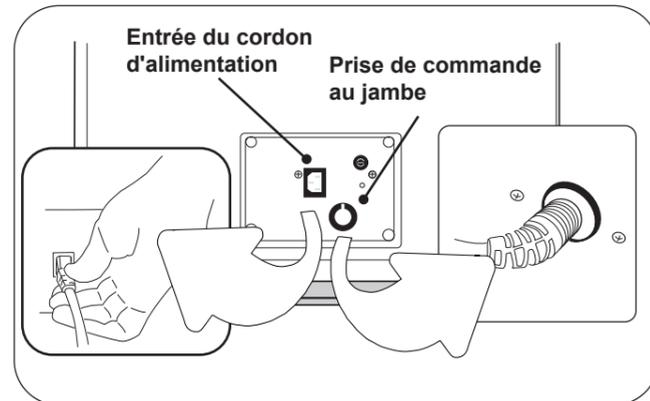

Figure 8. Prises pour cordon d'alimentation et pédale de commande
- Insérez le cordon de la pédale de commande dans la prise située en DESCENDRE du panneau arrière (Figure 8). Assurez-vous que la languette de la fiche est alignée avec la fente de la prise.
- Branchez le cordon d'alimentation dans la prise située en DESCENDRE du panneau arrière (Figure 8). Branchez le cordon d'alimentation sur une prise 115 Volt ou 230 Volt, selon votre configuration.